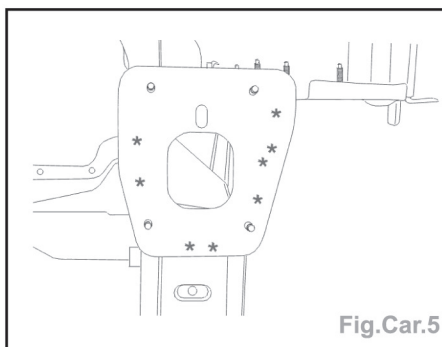

Fig.Car.5
- Découper par fraisage des points (Fig.Car.5) et déposer le gousset de brancard.